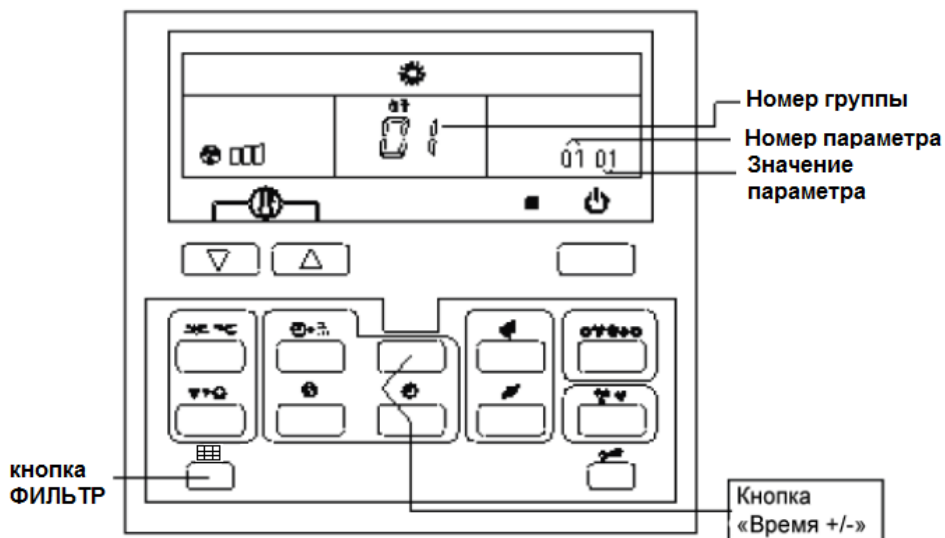

Рис.5.5
- ◇ Нажмите и удерживайте кнопку ФИЛЬТР (рис.5.5) в течение 5 сек. На жк-дисплее в температурной зоне индикации температуры появится номер группы «01» проводного контроллера, а в зоне настройки времени появится индикация «0101»